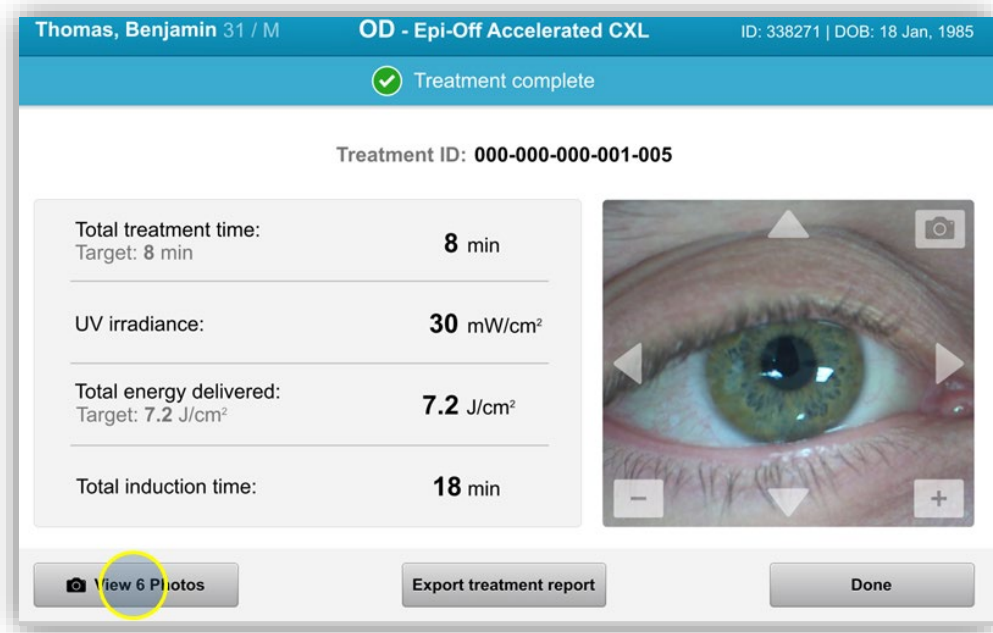

Figure 3-33. Écran Traitement terminé (Treatment Complete)
- À la fin d'un traitement, un récapitulatif des paramètres du traitement sera affiché et l'écran affichera « Treatment complete », comme illustré à la figure 3-33.
- Sélectionnez « View Photos » pour entrer dans la galerie de photos, comme illustré à la figure 3-33.